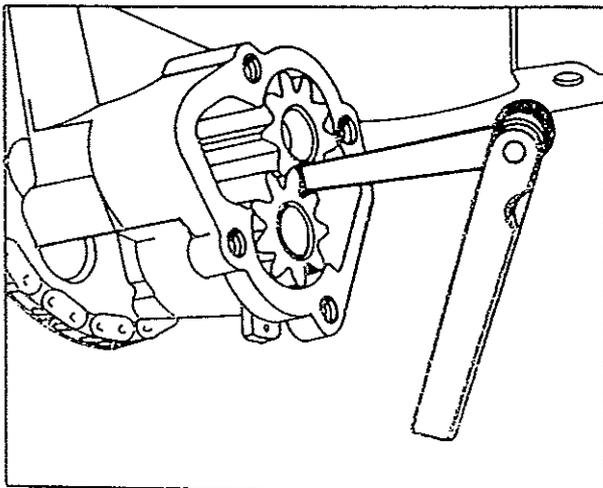

Bild 48: Flankenspiel überprüfen
- (8) Zahnriemen
- (9) Zahnriemenschutz
- (10) Ölfilter
- (11) Ölpumpe
- Zahnflankenspiel überprüfen (siehe Bild 48)